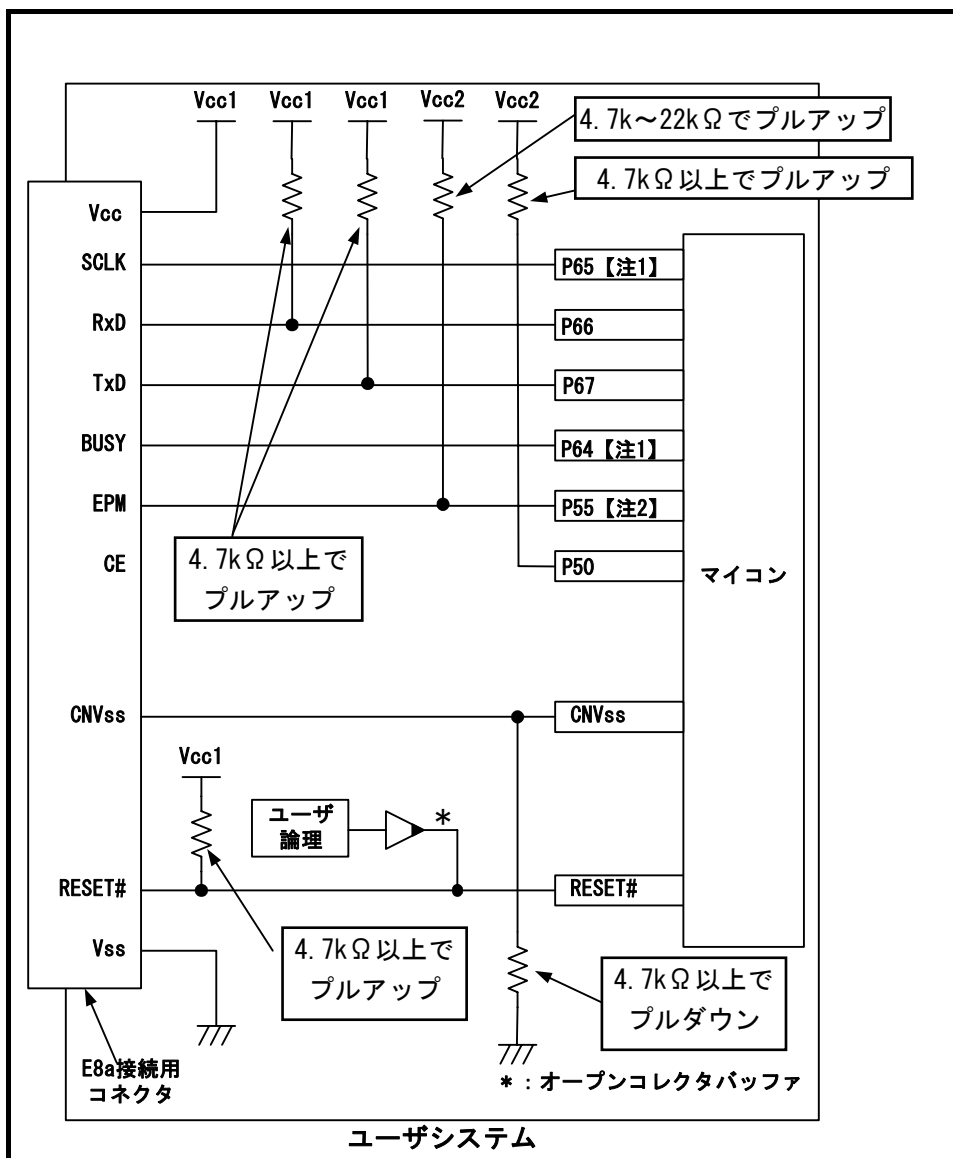

図 4.4 E8aの接続例(2電源かつメモリ拡張モードの場合、R32C/111(100ピン版)のみ)
- 2電源かつメモリ拡張モードの場合 (R32C/111 (100ピン版)のみ) : 図 4.4参照